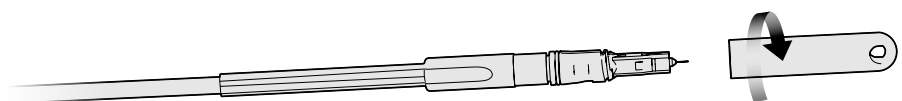

Abbildung 3
**Schritt 2:** Entfernen Sie die Staubschutzkappe vom Pushlok-/OptiTap-Steckverbinder (Abbildung 3).